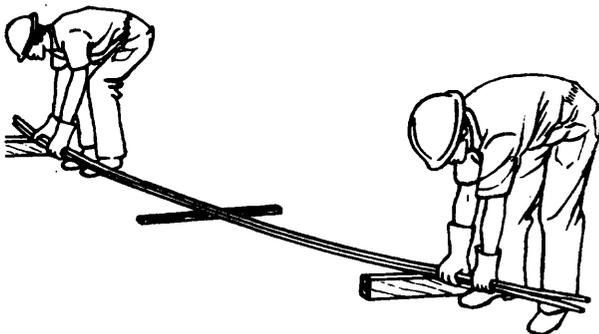

Fig. 5
- 1º paso *Colóquese cada hombre aproximadamente a 1 m. de cada extremo del material por transportar. (Fig. 5).*